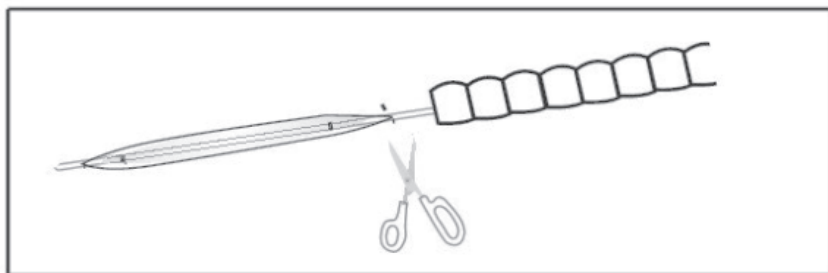

Figure 4
8. Si le ballonnet dégonflé ou le fil-guide préchargé ne peuvent pas être retirés du canal opératoire après l'intervention, il sera peut-être nécessaire de retirer l'endoscope ainsi que le ballonnet dégonflé et le fil-guide préchargé afin d'éviter d'endommager l'endoscope. Après le retrait, retirez la gaine du ballonnet en coupant le ballonnet à son extrémité proximale, comme le montre la Figure 4.
Ne retirez pas de force le ballonnet ou le fil-guide préchargé de l'endoscope en cas de résistance importante. Il sera peut-être nécessaire de retirer l'endoscope ainsi que le ballonnet endommagé et le fil-guide préchargé afin d'éviter d'endommager l'endoscope. Retirez le cathéter à ballonnet de l'endoscope en coupant l'extrémité proximale du ballonnet. (Voir Fig. 4)